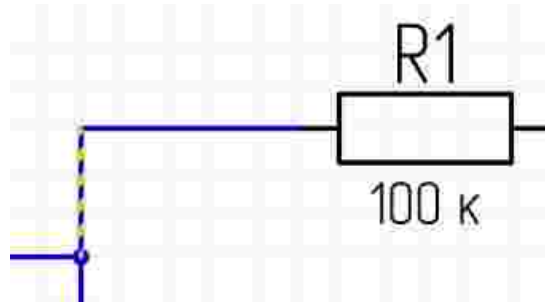

Рис. 72 Сегмент проводника
- Сегмент проводника – прямой отрезок линии электрической связи, см. Рис. 72.